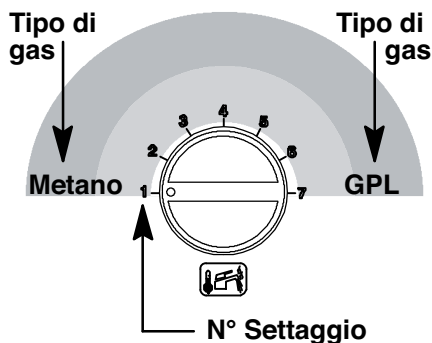

Figura 8.8
- Per cambiare il settaggio ruotare la manopola 9 e posizionarla sulla posizione pre-scelta, vedi Figura 8.8.